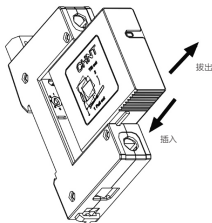

图9 NU5-II更换保护模块示意
- 更换保护模块时，应沿垂直方向拔出，不得左右上下摇摆，插入新模块时应沿垂直方向插入，并检查规格型号是否相符，如有阻塞不得强行插入，可能是规格型号不符或方向不正确，应进行调整，如图9。